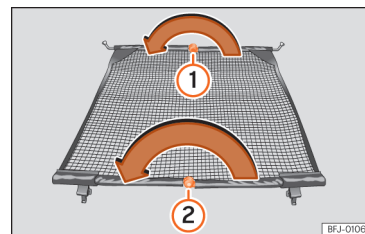

Abb. 132 Netztrennwand einklappen.
- Entriegelungsknopf » Abb. 132 ① drücken und Querstange bei gedrücktem Entriegelungsknopf in Pfeilrichtung einklappen.
- Entriegelungsknopf » Abb. 132 ② drücken und Querstange bei gedrücktem Entriegelungsknopf in Pfeilrichtung einklappen.